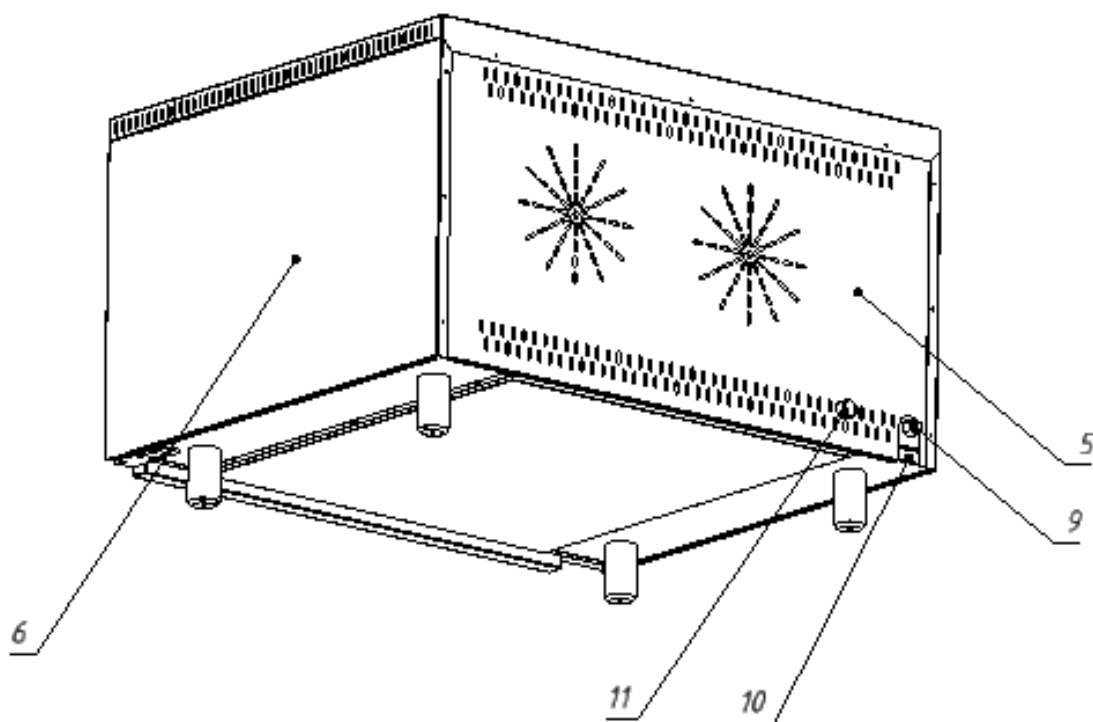

Рис. 3
- 1.5. Шкаф подключается к водопроводной сети давлением до 5 атмосфер, через редуктор, отрегулированный на давление 1,2 атм. через патрубок см. рис.3.
- 7.4. Снять боковую стенку приборного отсека (8) рис.3 и через кабельный зажим (9) рис.3 на задней стенке подключить 3-х фазное электропитание 380 В с нулем к клеммнику установки согласно эл.схеме (см.приложение1). Кабель должен быть с жилами сечением не менее 2,5мм² каждая.
- 7.5. Подсоединить заземление корпуса установки (10) рис.3 к заземляющему контуру помещения согласно ГОСТ 27570.0-87.